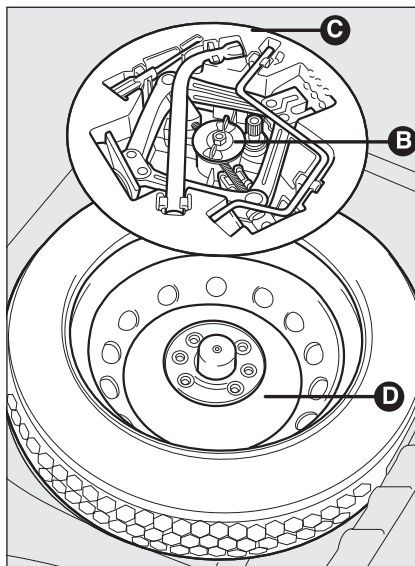

fig. 4
- ☐ quitar el dispositivo de bloqueo **B-fig. 4**;